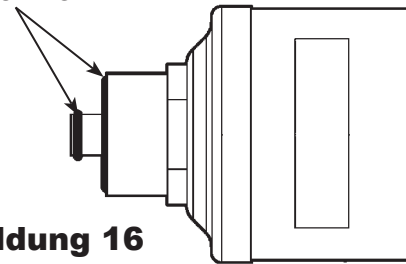

Abbildung 16
5. Beim Untersuchen des neuen Filters Abbildung 16 hinzuziehen. Prüfen, ob beide Dichtungsringe geschmiert sind, richtig in den Auskehlungen sitzen (siehe Abbildung) und unbeschädigt sind. (Die Dichtungsringe wurden mit ISO6743-3 DVA/DVC-Öl geschmiert.)